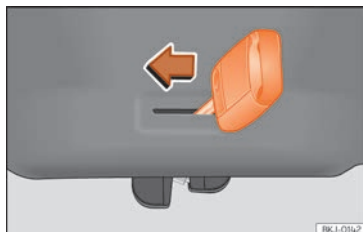

Fig. 94 Détail du coffre à bagages : déverrouillage d'urgence.
- Introduisez le panneton de la clé dans la rainure et déplacez la clé dans le sens de la flèche jusqu'à ce que vous déverrouilliez la serrure » » fig. 94.